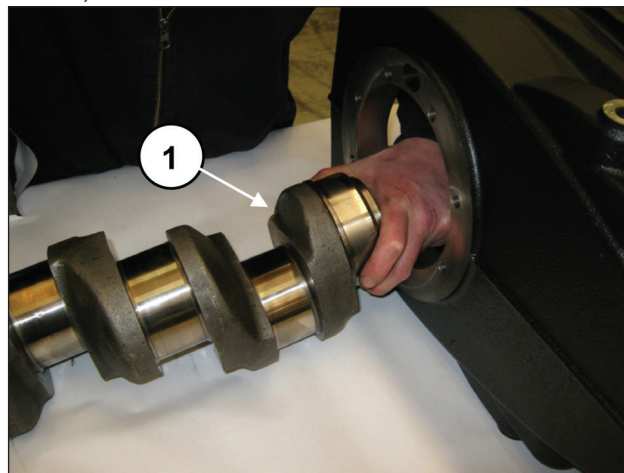
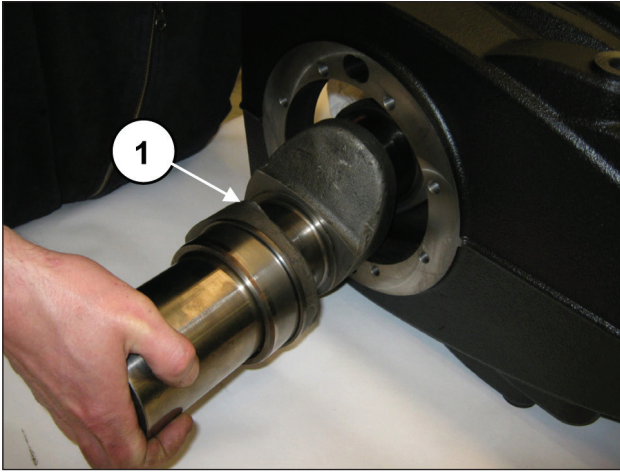

Abb. 49
Abb. 50
Achten Sie beim Einführen der Welle auf Zapfwellenseite darauf, nicht gegen die Schäfte der vorab eingebauten Pleuelstangen zu stoßen (Pos. ①, Abb. 49) und Pos. ①, Abb. 50).